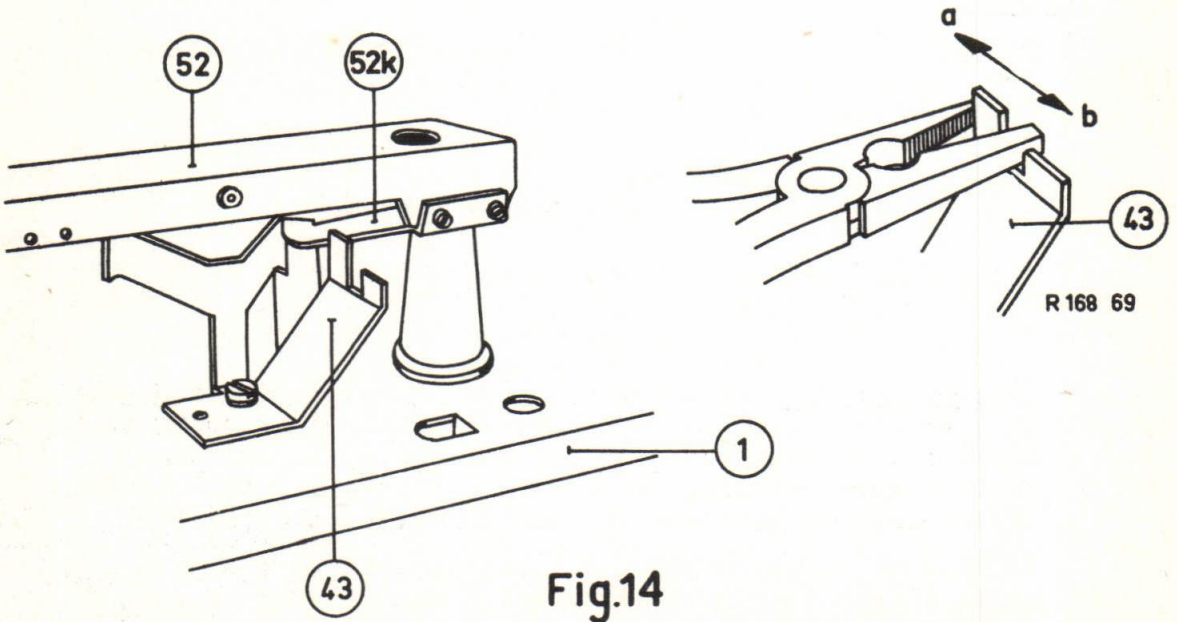

Fig.14
Wordt de arm geheel naar buiten gedraaid, dan stuit deze beugel 52k tegen de instellip aan beugel 43 (zie fig.14).
- 12) De instellip aan de beugel 43 moet zodanig ingesteld worden; dat als de p.u. arm geheel naar buiten gedraaid is, deze gestopt wordt op een diameter van 170 - 171 mm (zie fig.14).